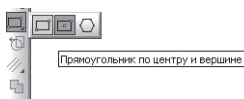

Рис. 53.
- вызовите **Панель расширенных команд** кнопки **Прямоугольник** и выберите **Прямоугольник по центру и вершине** (рис. 53);